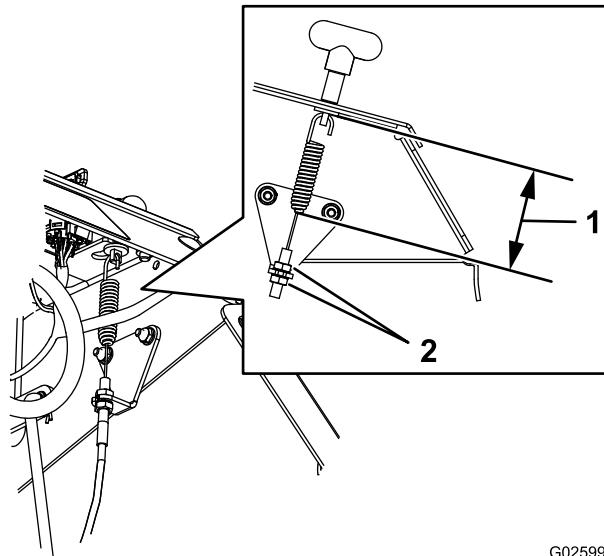

Figure 54
4. Desserrez l'écrou de blocage sur le câble de frein sous la console (Figure 54).
- 5. Serrez le frein de stationnement (Figure 54).
- 6. Vissez plus ou moins l'écrou de blocage pour obtenir un espace de 7,9 cm (3 1/8 po) entre le bas de la biellette et le bas du ressort (Figure 54).
- 7. Fixez le réglage du câble en serrant les écrous de blocage (Figure 54).